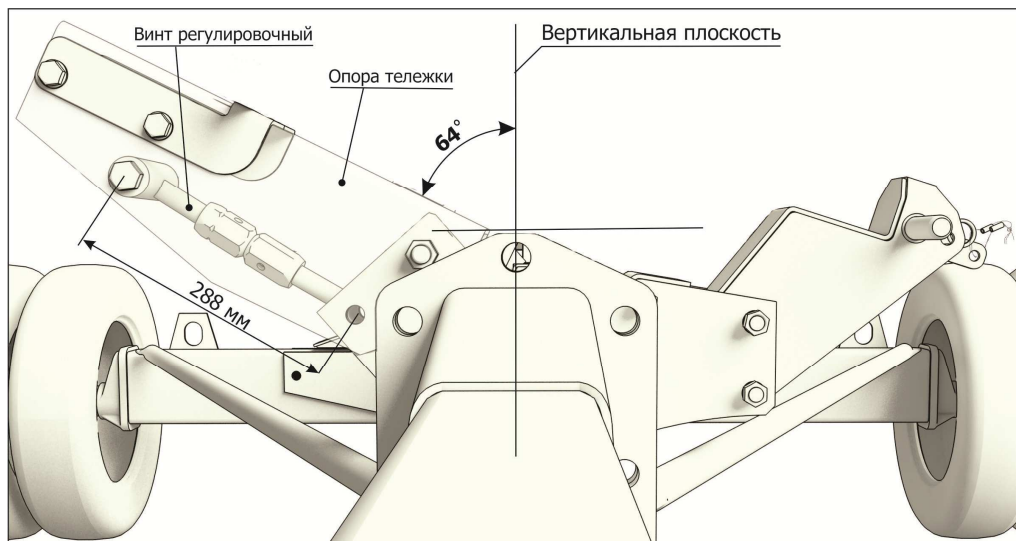

Рисунок 8.7
- установить требуемый наклон опор тележки (см. рисунок 8.7) при помощи регулировочного винта. Длина винта должна составлять 288 мм. При этом угол наклона опор будет составлять 64° ;